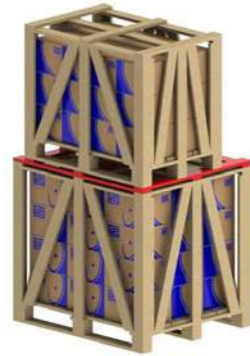

Figura 5.5 - Utilización de varas adicionales para apilamiento.
4) Para el apilamiento de un volumen menor sobre un volumen mayor, agregue varas transversales entre los mismos cuando el mayor no ofrezca resistencia al peso del menor (ver Figura 5.5). Esta situación normalmente ocurre con los volúmenes de los motores de carcasa por encima de la IEC 225S/M (NEMA 364/5T).